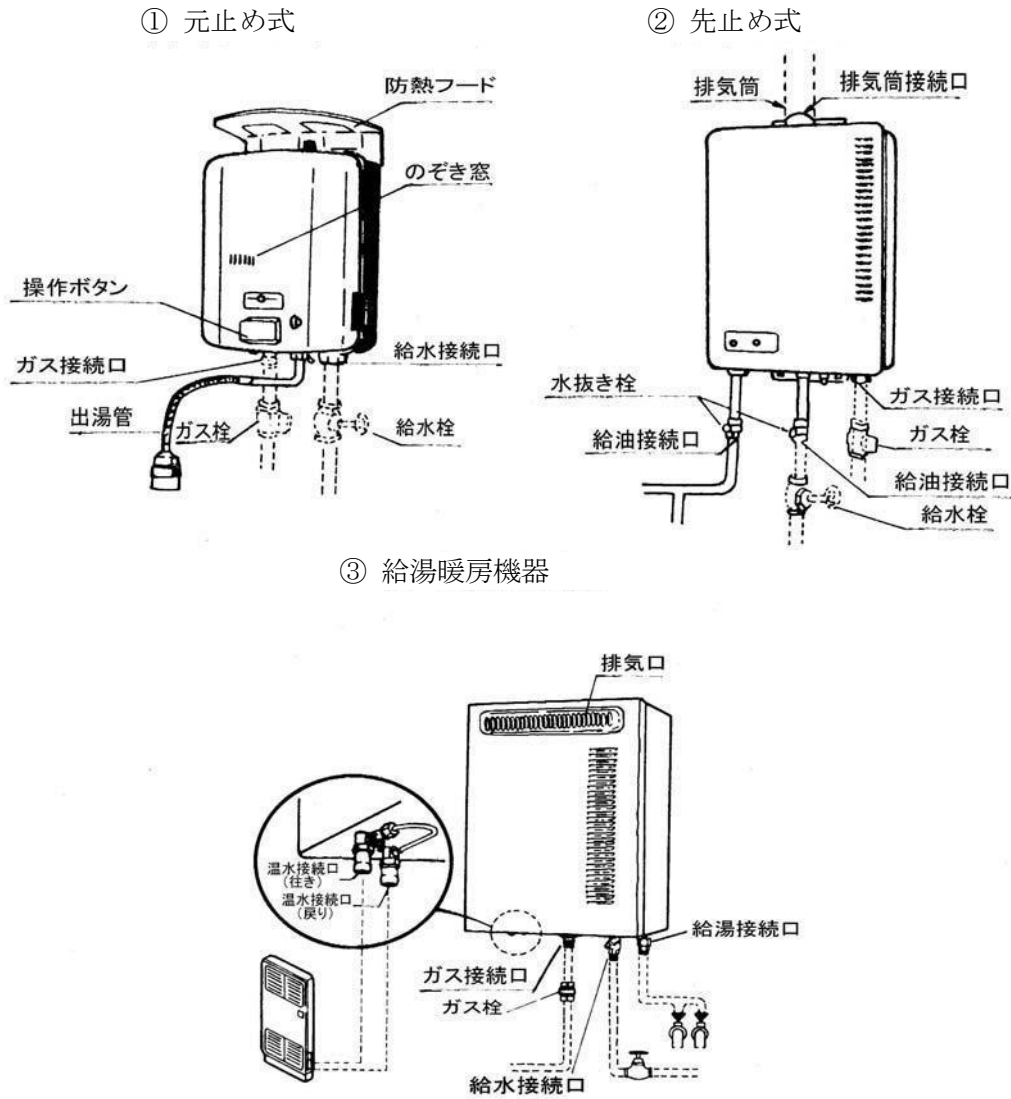
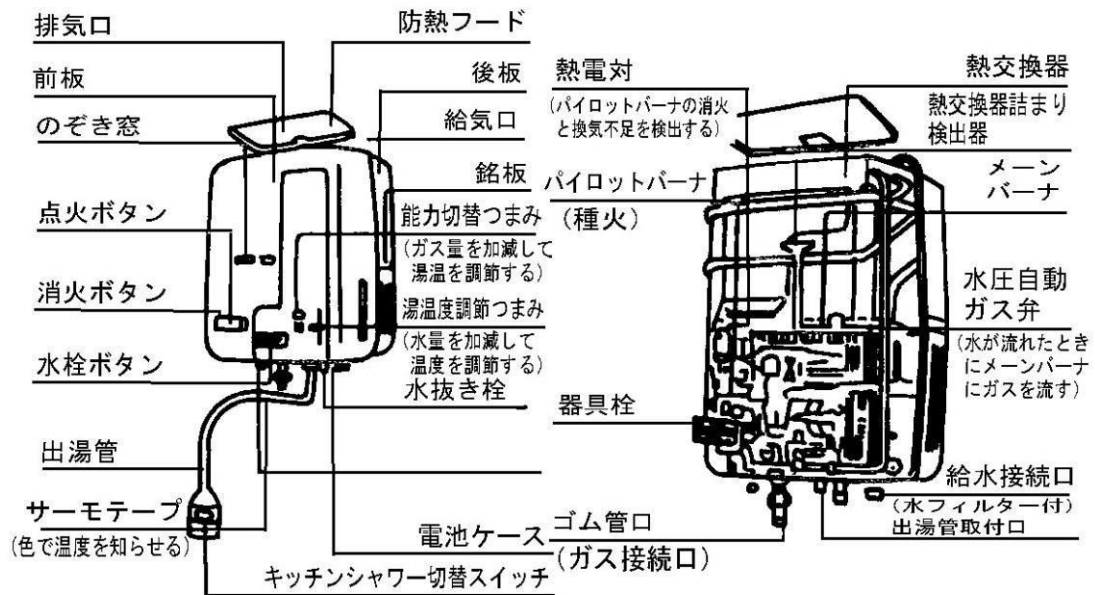

図1 簡易湯沸設備の例
図2 簡易湯沸設備の構造と各部の名称
- 1 本条は、瞬間ガス湯沸器と称せられるものを主とするガス湯沸設備についての規定である。(図1、図2参照)